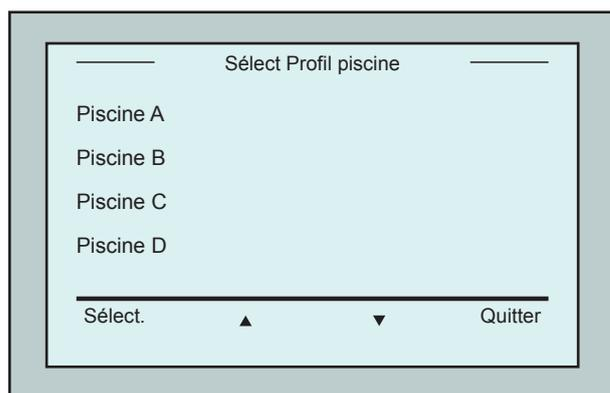

Figure 9 : Ecran Profil piscine
2. A l'écran Wave, appuyez sur Piscine A. L'écran *Profil piscine* s'ouvre (Figure 9).